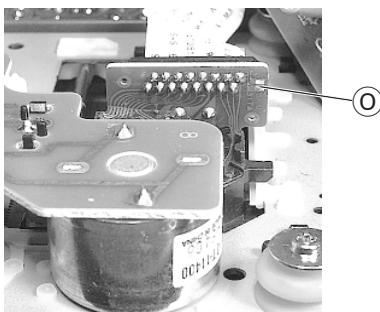

Fig. 7
- Sicherungslötstelle © (Fig. 7) des Lasers kurzschließen, dabei Steckverbinder nach Bedarf öffnen.
- Short-circuit the safety solder tag © (Fig. 7) of the laser, unplug the connector if necessary.